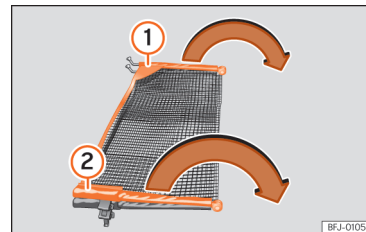

Рис. 202 Розкладання розділової сітки.
- Розкладіть поперечини >>> **рис. 202** ① і ② у напрямку стрілок до характерного "кляцання".